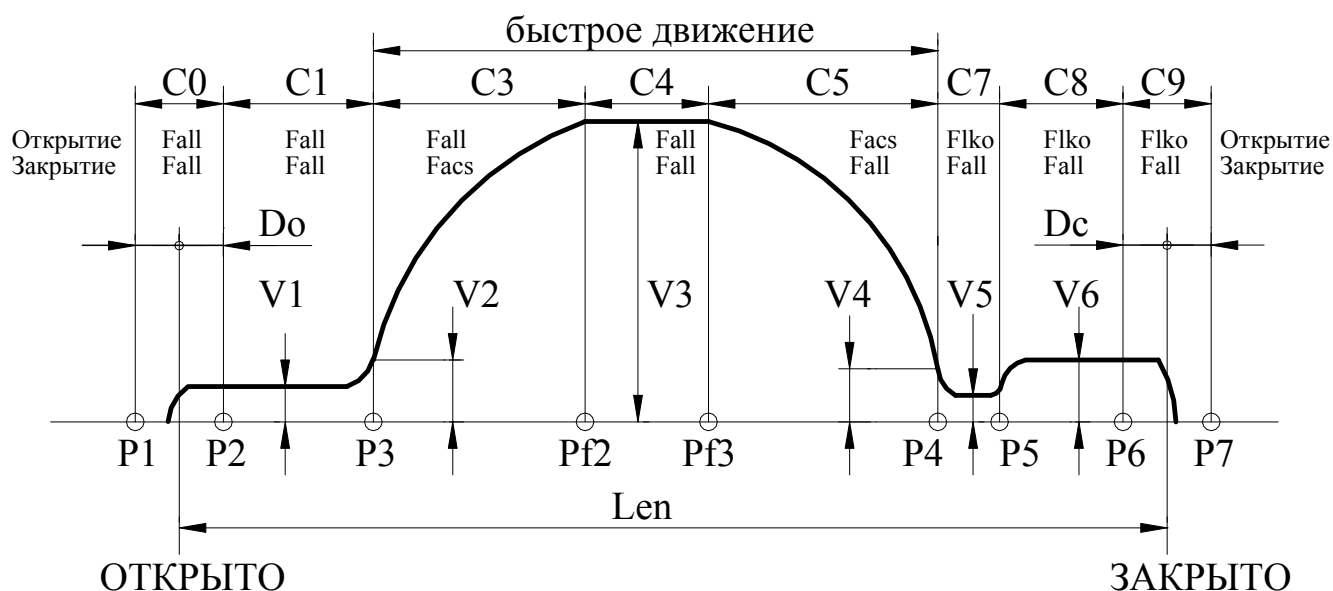

Рис.6. Траектория движения.
3.8.6.3. Одностороннее удержание положения реализуется автоматически после получения открытого состояния (замкнулся СК ВКО) с силой *Fарго*, причем точка удержания в зоне открытия равна $Xарго=Do+30-Dкееро$ (при полном открытии $Xарго=0$), где DO – ширина зоны С0 (рис.6), т.е. точка удержания позиционируется относительно точки DO или начала зоны С0. При подходе к точке удержания сила и скорость уменьшаются.
3.8.7.4. *Устройство* обрабатывает траекторию движения, показанную на рис.6, справа налево. На рис.6 отображено также распределение сил на участках траектории при открытии.
- 3.8.8.4. *Устройство* обрабатывает траекторию движения, показанную на **рис.6**, слева направо. На **рис.6** отображено также распределение сил на участках траектории при закрытии.
- **E0L** – переезд зоны полного открытия (**С0**, **рис.6**) или полного закрытия (**С9**, **рис.6**). *Синхронизация* в этом случае выключается. Ошибка сбрасывается при смене кода направления вращения, но затем необходимо провести *синхронизацию* заново. При повторном неоднократном возникновении данной ошибки можно провести **измерение проема**, если затем эта ошибка все равно будет возникать, необходимо проверить механику привода.
3.9.1. Рис.6, на котором показана траектория движения, отслеживаемая Устройством, поясняет назначение многих параметров, рассмотренных ниже. На рис.6 отображено также распределение сил на участках траектории отдельно при открытии и при закрытии (при переходе в режим удержания устанавливается соответствующая сила удержания).
- 3.9.5.14. **Номер D** – C_vko (0-250, $l=Ks$ мм) – дополнительное смещение точки **P2**(рис.6) для расширения диапазона удержания сигнала ВКО.
- 3.9.5.15. **Номер E** – C_vkz (0-250, $l=Ks$ мм) – дополнительное смещение точки **P6**(рис.6) для расширения диапазона удержания сигнала ВКЗ.